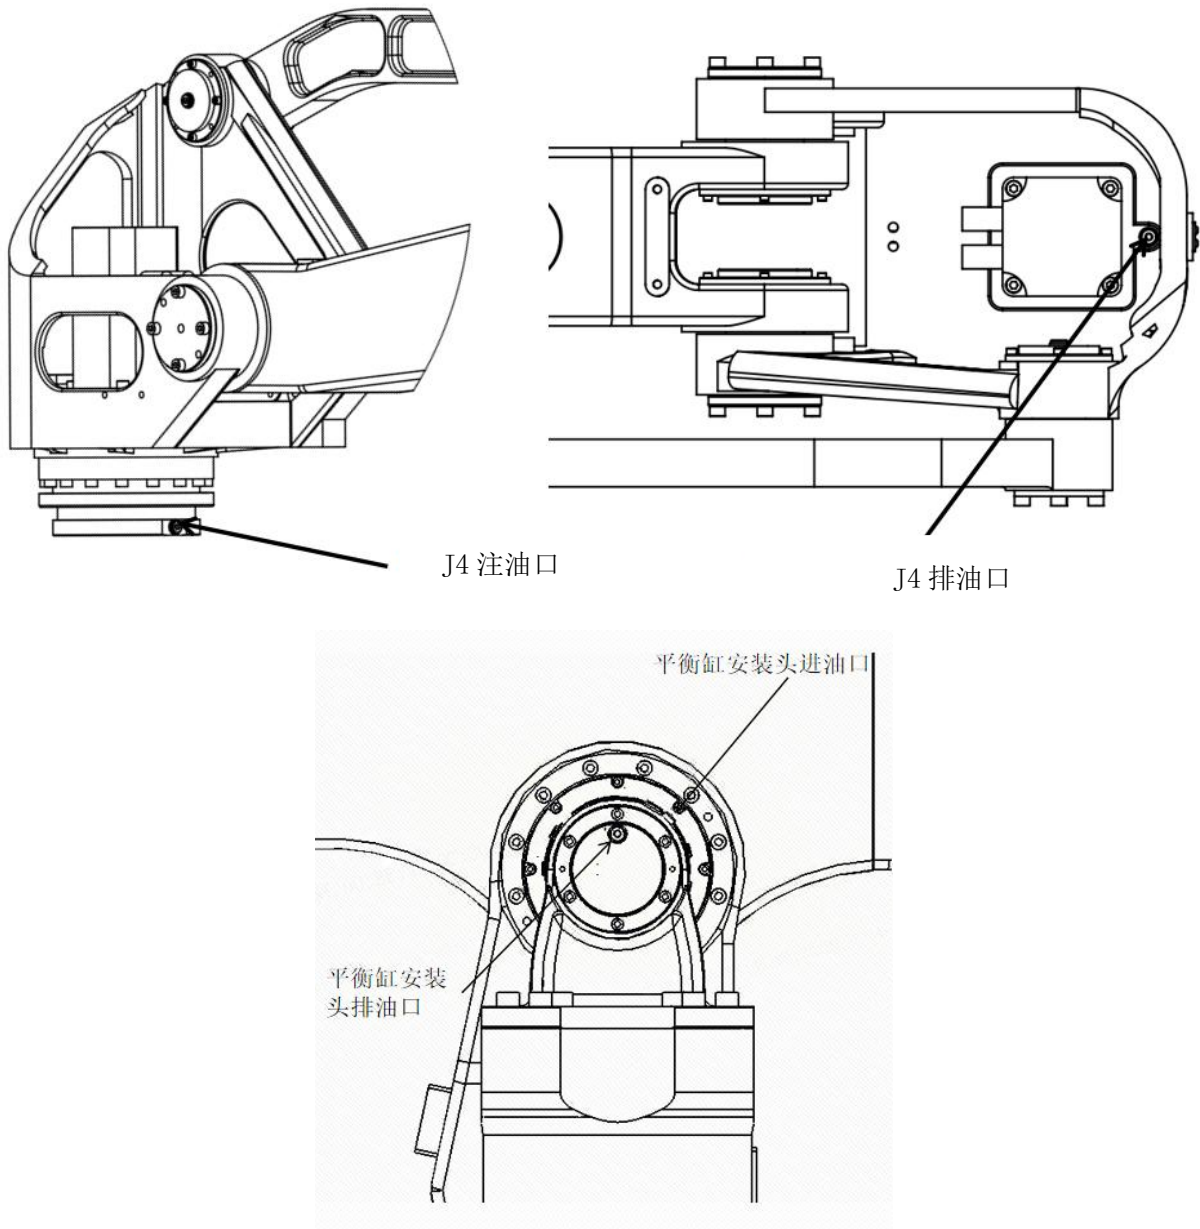

图 4-1 注入口和排放口的分布
- 3) 拆下润滑脂供、排油口的内六角螺塞 M10*1，见图 4-1